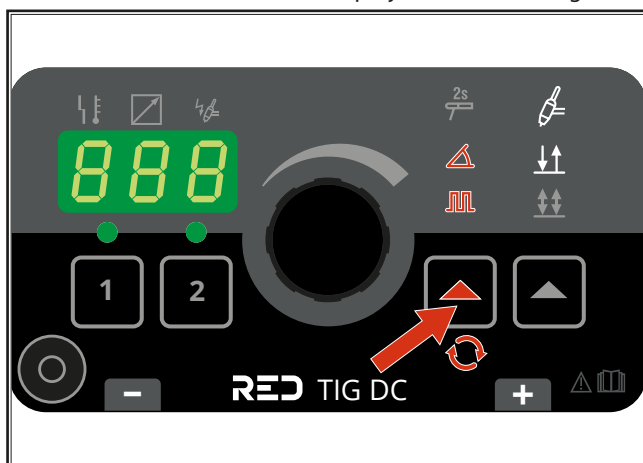

Fig. 8: Activer la pulsation avec ou sans slope
- Si la fonction Pulse (avec ou sans pente) est souhaitée, activez-la comme indiqué dans la Fig. 8.